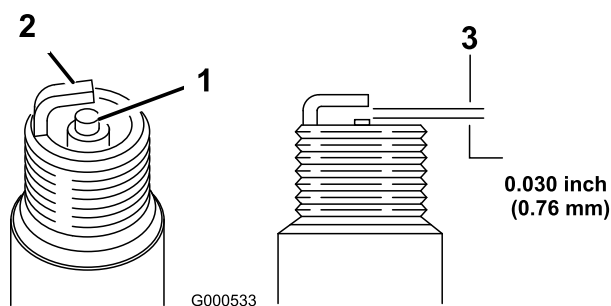

Figura 34
1. Mire la parte central de la bujía (Figura 34). Si se observa un color gris o marrón claro en el aislante, el
2. Compruebe la separación entre los electrodos central y lateral (Figura 34). Si la distancia no es correcta, doble el electrodo lateral (Figura 34).